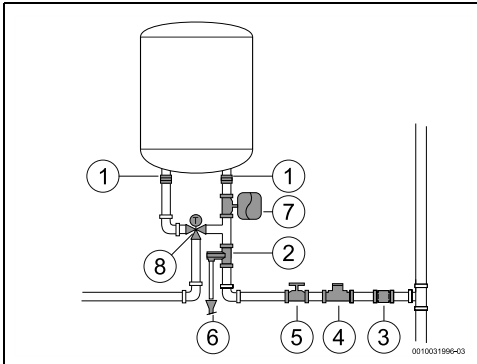

Fig. 11
- ▶ Închideți armătura de închidere a apei (→ Fig. 11, [5]).
- instalarea unei supape reductor de presiune (Fig. 11, [4]). Supapa de preaplin se va activa atunci când presiunea apei din aparat depășește 8 bari (± 1 bar), motiv pentru care este necesară planificarea unui mod de scurgere a acestei ape.
- Instalați un vas de expansiune (Fig. 11, [7]) pentru a opri deschiderea supapei de preaplin în mod frecvent. Volumul vasului de expansiune trebuie să fie echivalent cu 5% din volumul aparatului.